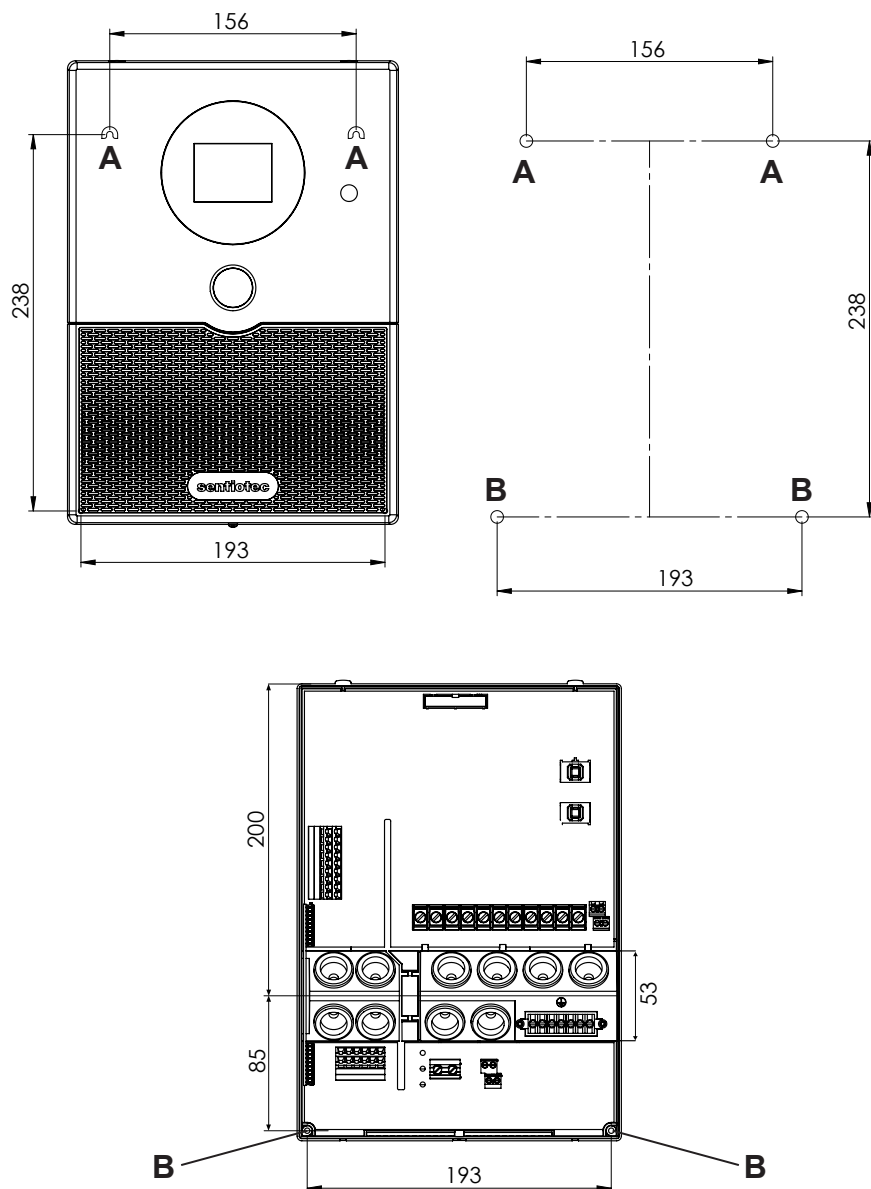

Bild 1 Position på upphängningsanordningen och monteringshålen (mått i mm)
1. Skruva in två skruvar för spånplattor (3 x 25 mm) på ca 1,70 m höjd i bastuväggen tills 7 mm sticker ut. De båda skruvarna måste ha ett avstånd på 156 mm (se **Bild 1**).
4. Häng upp bastustyrenheten i upphängningsanordningen **A** på de inskruvade skruvarna (se **Bild 1**).
5. Skruva in två skruvar för spånplattor(3 x 25 mm) i de nedre fästöppningarna **B** (se **Bild 1**).